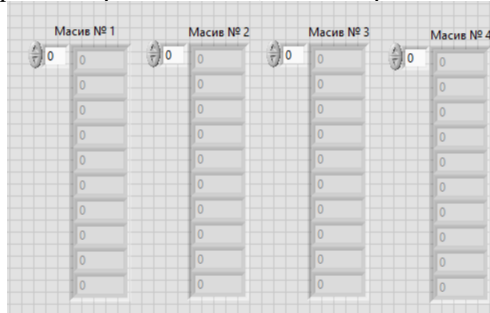

Рис. 21
19. Створіть чотири 1D масиви, як це зображено на рис. 21.